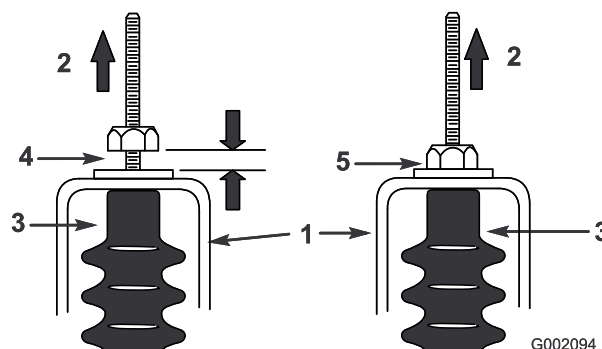

Figure 50
5. Tirez sur chaque câble de sélection et vérifiez qu'un espace de 0,76 à 1,52 mm existe entre l'écrou/la rondelle et la patte de réglage du point mort (Figure 50).